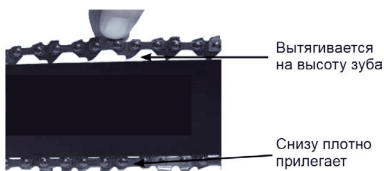

Рис.9
2. Вращайте наружное кольцо до тех пор, пока цепь не будет плотно прилегать к нижней части шины без провиса, на середине шины цепь должна выходить из направляющего паза примерно на высоту зуба (Рис.9). Нажмите на выключатель пилы и протасщите цепь по шине. Цепь должна двигаться свободно.